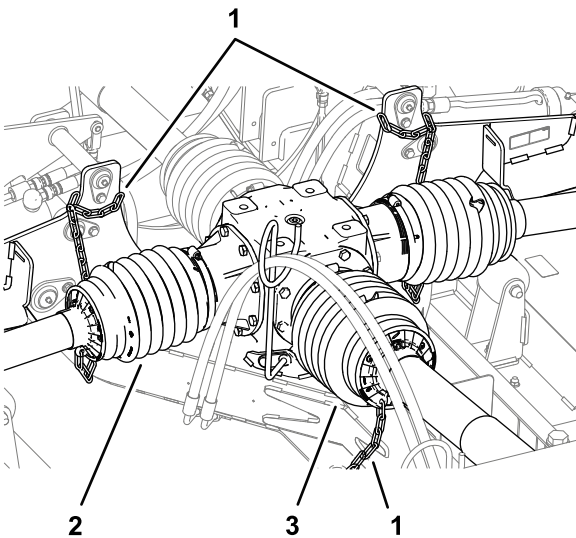
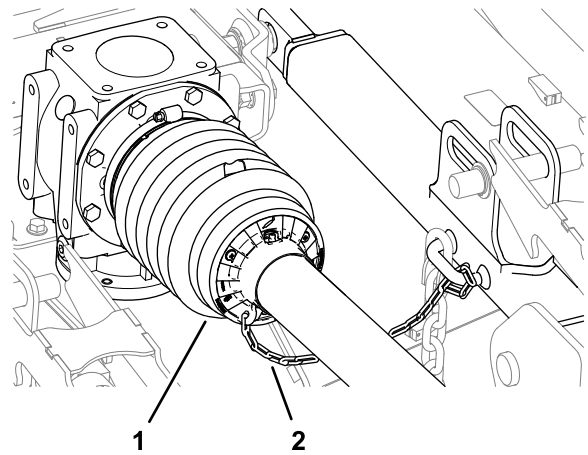

Bild 14
Bild 15
6. Prüfen Sie, ob die Rückhaltekette mit der hinteren Schutzabdeckung der Zapfwelle, der Schutzabdeckung der Antriebswelle und dem Rahmen des Mähers (**Bild 14** und **Bild 15**) verbunden ist.